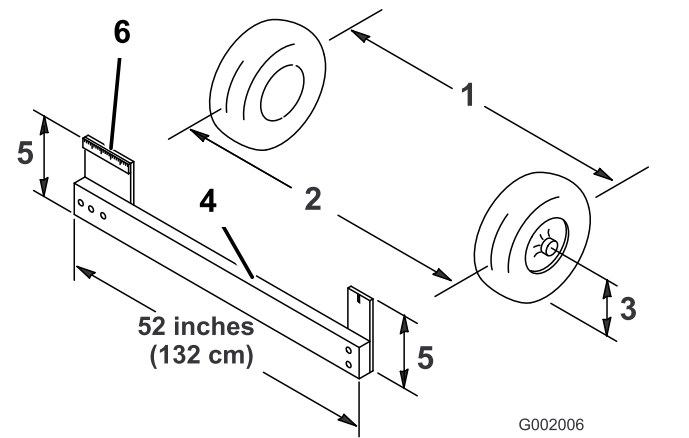

Figure 50
- Mesurez la distance entre les deux roues avant à hauteur d'essieu, à l'avant et à l'arrière des roues (Figure 50).
**Remarque:** Vous aurez besoin d'un gabarit ou d'un contrôleur d'alignement pour mesurer précisément l'arrière des roues avant à hauteur d'essieu. Utilisez le même gabarit ou outil pour mesurer précisément l'avant des roues avant à hauteur d'essieu (Figure 50).